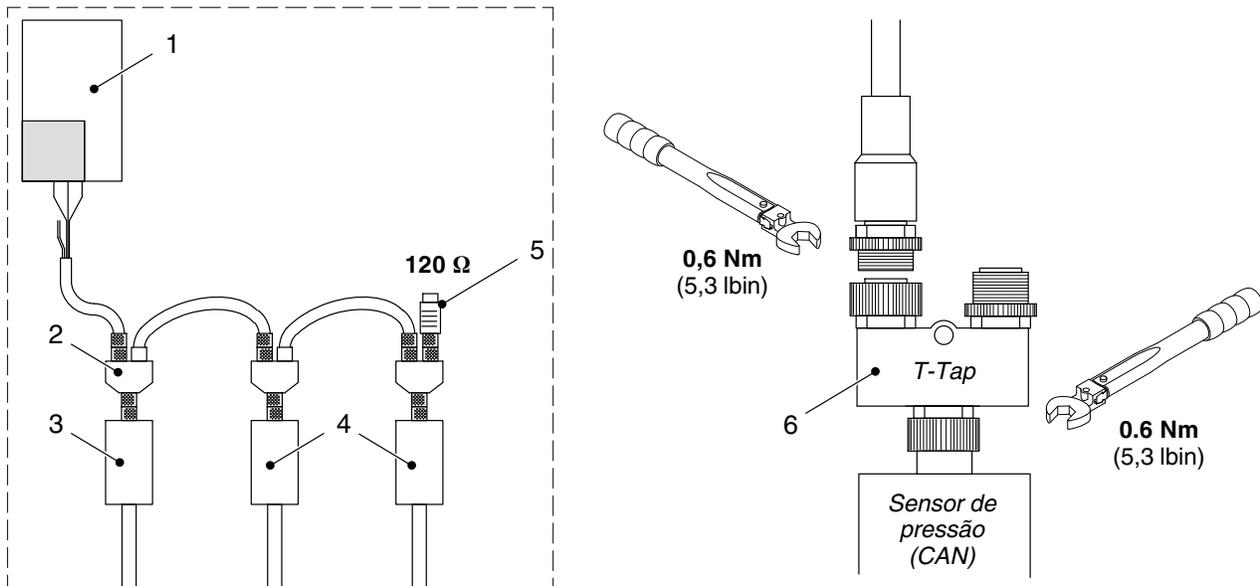

Fig. 7-13 Exemplo com três sensores de pressão e informação sobre cabos T-Tap e CAN-Bus com sextavado
- se um ou mais sensores de pressão estiverem montados no sistema, no último sensor de pressão. Consulte a Fig. 7-13.
- Consulte também indicações sobre o binário para cabos T-Tap e CAN-Bus com sextavado na fig. 7-13.